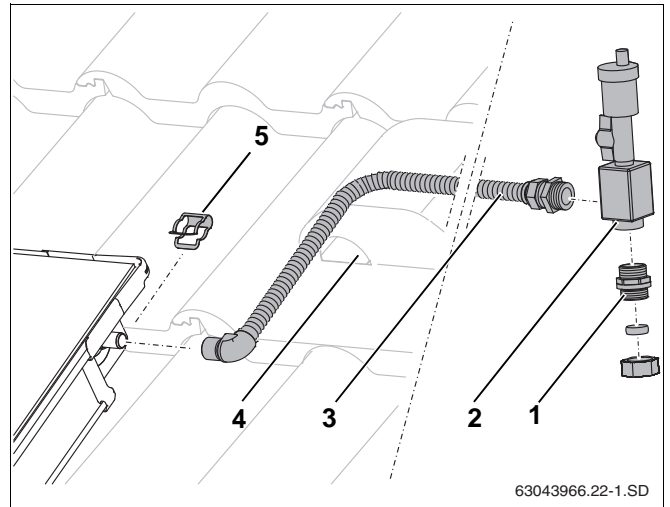

Fig. 56 Montering af udlufter under taget
- ▶ Sæt tilslutningsrøret (fig. 56, **pos. 3**) på solfangerens fremløbstilslutning, og fastgør med klemmer (fig. 56, **pos. 5**).
- ▶ Før tilslutningsrøret sammen med følerkablet gennem udluftningstagstenen (fig. 56, **pos. 4**) og gennem tagisoleringen.
- ▶ Skru tilslutningsrøret (fig. 56, **pos. 3**) og dobbeltniplen (fig. 56, **pos. 1**) i luftkoppen fast (o-ring-pakning).
- ▶ Slut samleledningen til dobbeltniplen klemringsforskruningen (fig. 56, **pos. 1**).